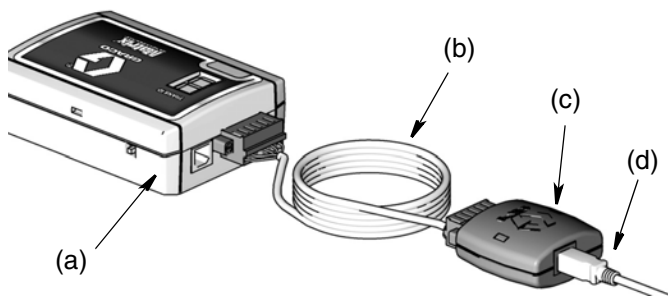

ABB. 8
**RS422-Wandler (c) (ABB. 8)** – für Verkabelungsdistanzen von bis zu 1219 Metern (4000 Fuß).
- Komponenten verbinden: Sendeempfänger (a), RS422-Kabel (b), RS422-Wandler (c) und USB-Kabel (d), wie in ABB. 8 gezeigt.